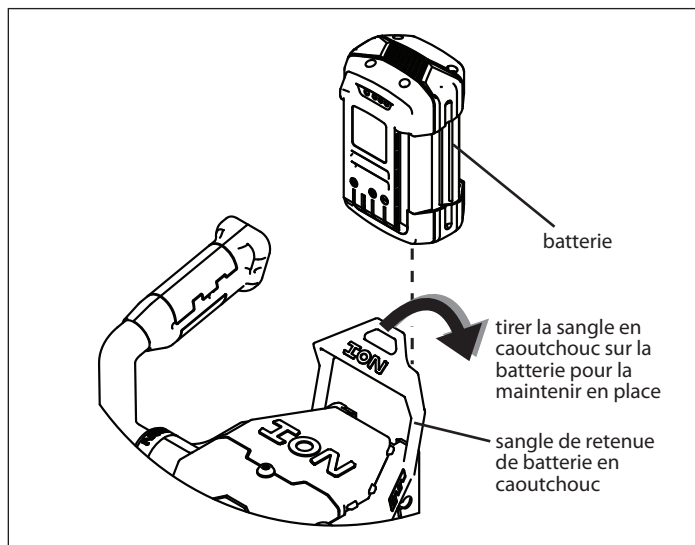

Figure 4
1. Dégager la sangle de retenue de batterie en caoutchouc en la tirant vers le moteur. **VOIR FIGURE 4.**